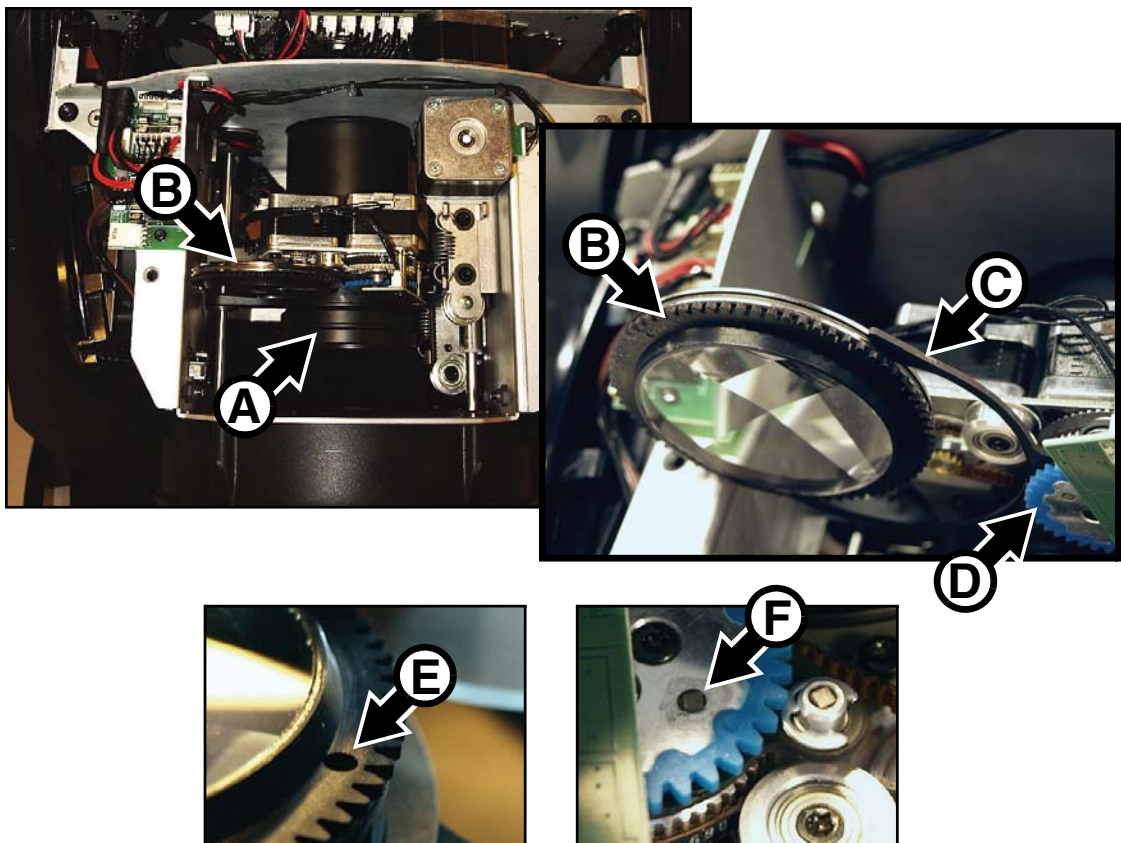

Bild 18: Entfernen und Montieren des Prismas
3. Siehe Bild 18. Schieben Sie den Zoom/Fokus-Schlitten **A** bis zum Anschlag nach vorne.